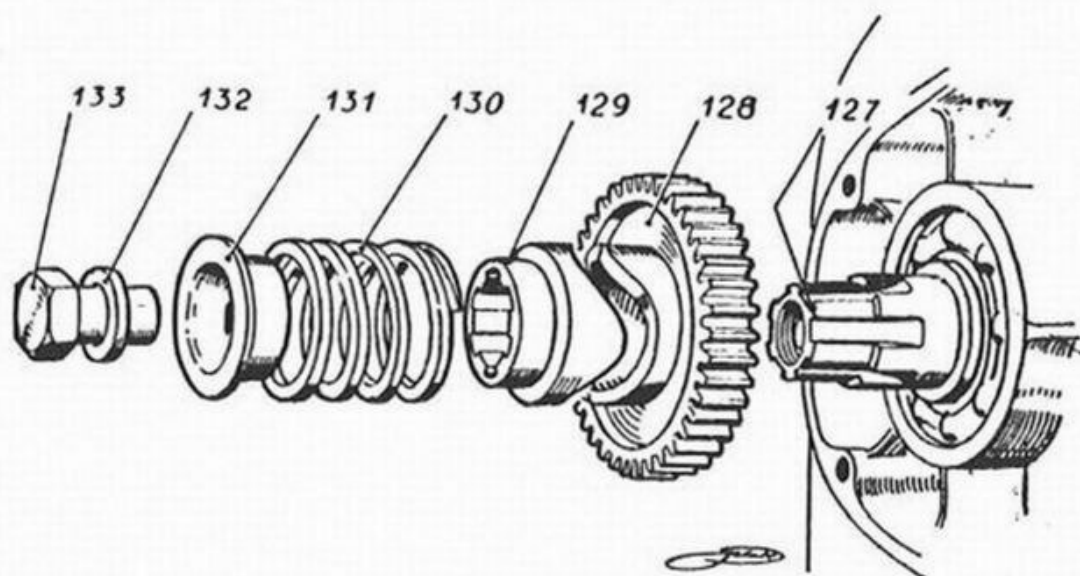

Fig. 10 - Smontaggio dei parastrappi sull'albero motore
11) Smontaggio del mozzo parastrappi (fig. 10).